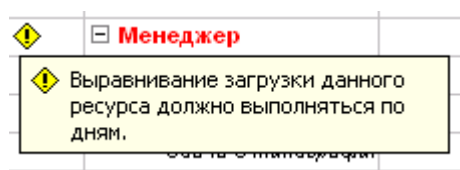

Рис. 43. Сообщение о перегрузке ресурса Менеджер
- Установите указатель мыши на значке  в строке ресурса **Менеджер**. На экране появится сообщение о том, что данный ресурс перегружен, и рекомендация исправить эту ситуацию (рис. 43).